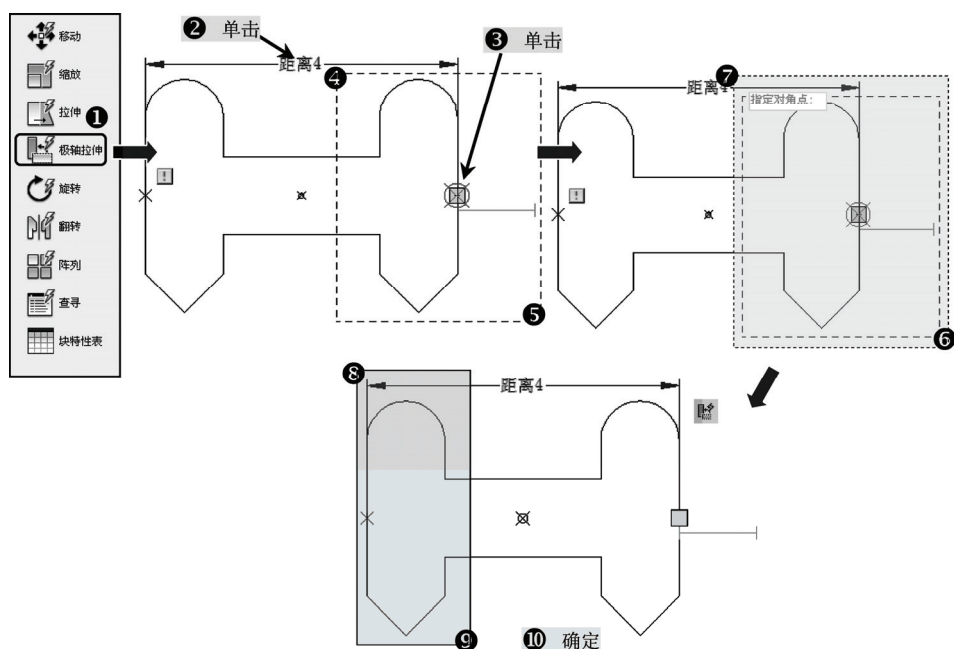

图 9-14 极轴拉伸动作操作
3) 在“动作”选项卡中单击“极轴拉伸”工具按钮, 选择刚才绘制的标签, 提示指定要与动作关联的参数点或输入, 提示指定拉伸框架的第一个角点, 框选图形的右边部分, 提示要拉伸的对象, 框交图形的右边部分, 提示仅旋转的对象, 框选图形的左边部分并确定, 如图 9-14 所示。